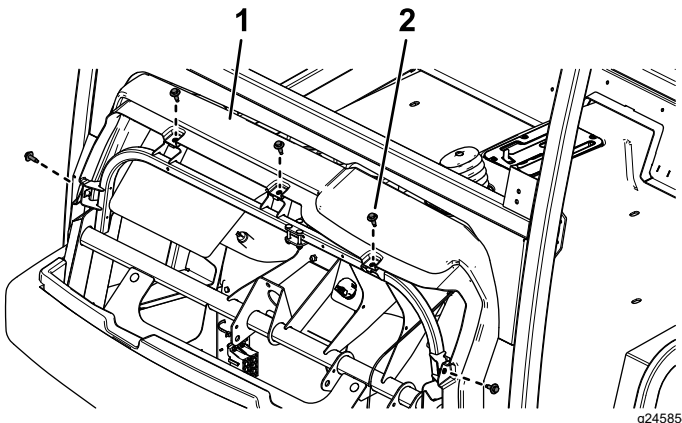

Figura 39
1. Rimuovete i 5 bulloni a testa esagonale dal cruscotto (Figura 39).